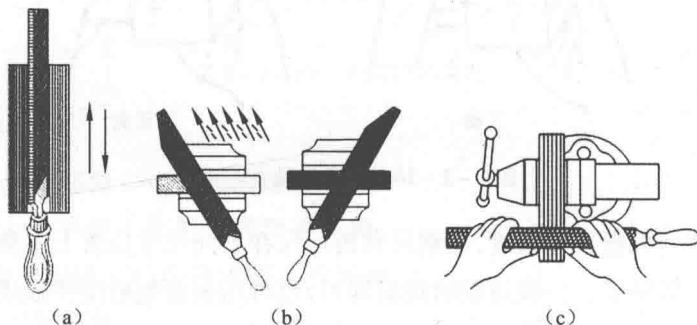

图 1-2-13 平面锉削方法
1) 顺向锉法如图 1-2-13(a) 所示,锉刀沿着工件表面横向或纵向移动,锉削平面可得到正直的锉痕,比较美观。适用于工件锉光、锉平或锉顺锉纹。